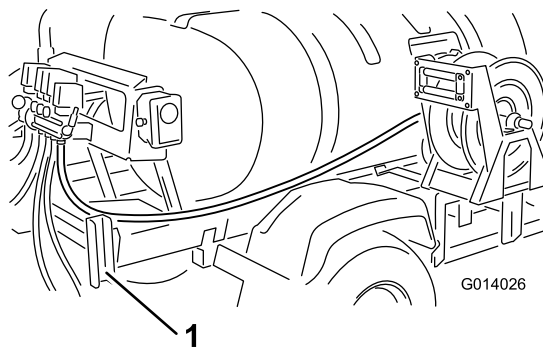

Figure 12
6. Acheminez le flexible vers l'arrière, le long du bâti du patin de cuve, à l'intérieur de l'aile arrière droite dans le profilé de soutien de rampe (Figure 12).
7. Acheminez le flexible autour du bâti de montage jusqu'à la vanne de dévidoir posée précédemment (Figure 12 ).